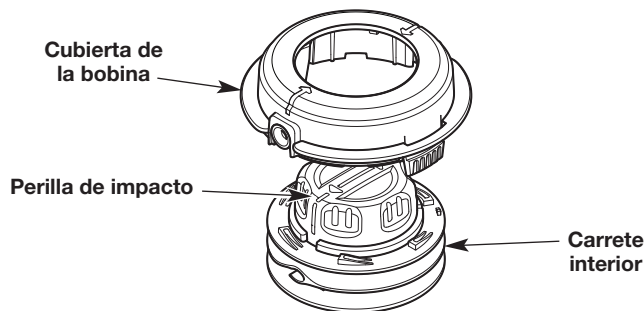

Fig. 9
2. Si es necesario, ensamble el cabezal de impacto: Inserte la perilla de impacto y el carrete interior en la cubierta de la bobina (Fig. 9). Mantenga juntas ambas piezas.